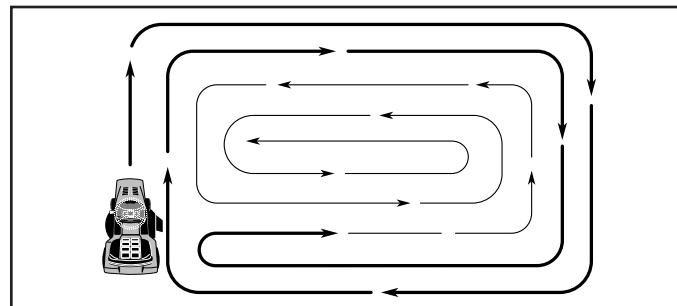

Fig. 14
- Al segar las área grandes, empiece girando a la derecha de modo que los recortes se descarguen, alejándose de los arbustos, cercos, entradas de automóviles, etc. Después de una o dos vueltas, siegue en la dirección opuesta, haciendo virajes a la izquierda, hasta que termine (Vea Fig 14).